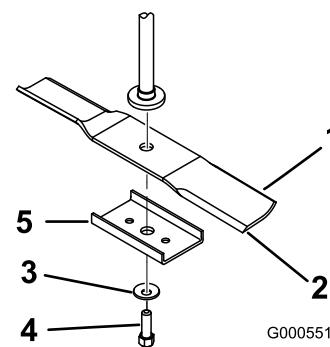

Figure 45
Tenez la lame par son extrémité avec un chiffon ou un gant épais. Enlevez de l'axe le boulon, la rondelle bombée, le renfort et la lame de l'axe (Figure 45).
1. Placez la lame sur l'axe (Figure 45).
2. Montez le renfort, la rondelle bombée (face concave vers la lame) et le boulon de lame (en tournant dans le sens horaire) (Figure 45).